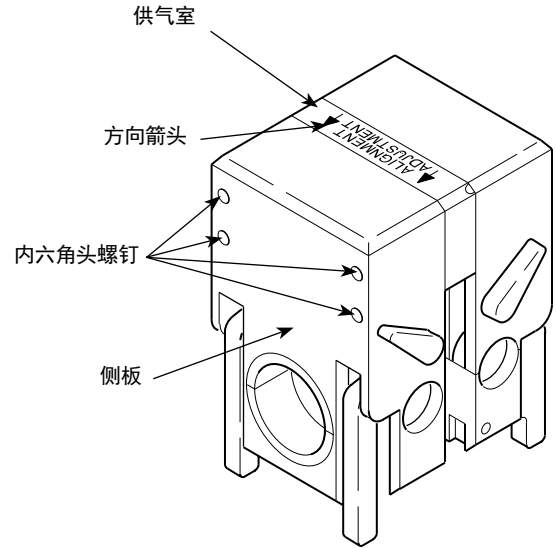

图 22 松开侧板
1. 翻转夹具块，找到供气室上的方向箭头。箭头指向可调侧板。参考图 22。
2. 使用随夹具提供的 3/32 in. 内六角扳手拧松可调侧板上的四个内六角头螺钉，使可调侧板相对于供气室松动为止。参考图 22 来确定可调侧板。